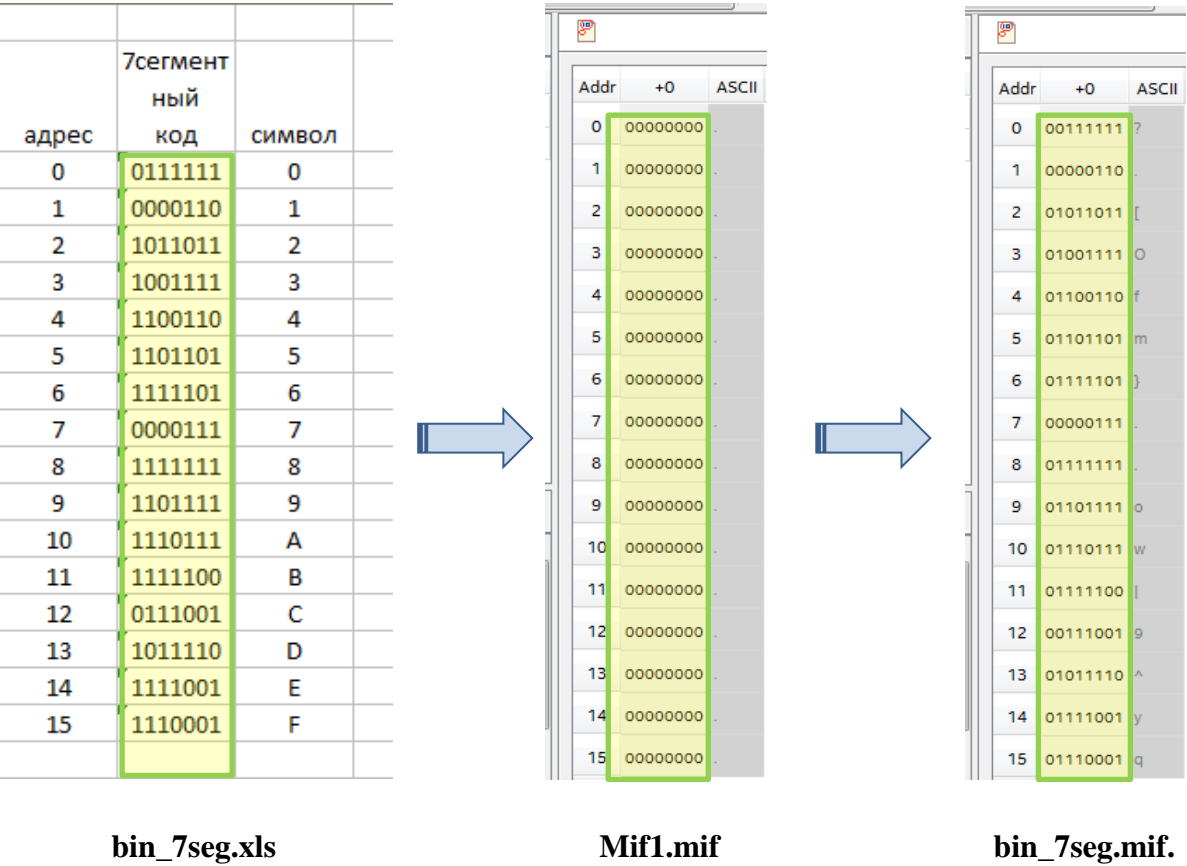

Рис. 7 Окно редактора памяти
2.4. Выполните «**View->Memory Radix->Binary**», затем «**View->Cells Per Row->1**». Окно редактора памяти видоизменится следующим образом (рис. 7, Mif1.mif):
2.5. Откройте файл **bin_7seg.xls** и скопируйте содержимое колонки «7сегментный код» в созданный **mif** – файл (рис. 7). Сохраните под именем **bin_7seg.mif**.